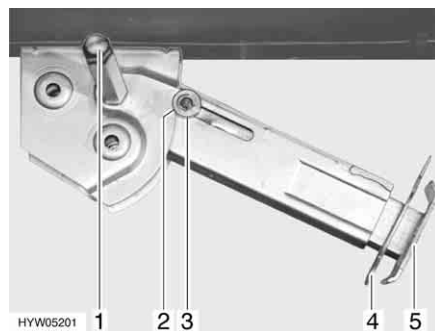

Fig. 19 Piedino di stazionamento
- Inserire la chiave a tubo nell'esagonale (Fig. 19,1) e ruotare fino a quando il piedino di stazionamento non si trova in posizione verticale verso il basso.
- Estrarre la copiglia (Fig. 19,4) dal prolungamento dell'estremità del piedino (Fig. 19,5).
- Inserire la chiave a tubo nell'esagonale (Fig. 19,1) e ruotare fino a quando il piedino di stazionamento non si stacca dal terreno.
- Spingere completamente all'interno il prolungamento dell'estremità del piedino (Fig. 19,5) e inserire la copiglia (Fig. 19,4) nel foro apposito.
- Ruotare la chiave a tubo nell'esagonale (Fig. 19,1), fino a quando il piedino di stazionamento non è sollevato verso l'alto e la guida (Fig. 19,3) è rientrata totalmente nell'intaglio (Fig. 19,2).